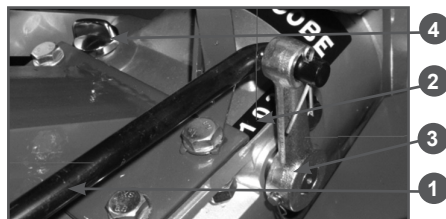

Рис. 13 Коробка передач мотоблока
Поместите мотоблок на ровную поверхность и выкрутите крышку-щуп (4) масло-заливной горловины на коробке передач (Рис. 13). Уровень масла должен быть по верхнюю метку на масляном щупе. Долейте масло, если уровень слишком низкий.
Номинальная скорость мотоблока на колесах на первой передней передаче до 5 км/ч, на второй – до 10 км/ч. Номинальная грузоподъемность 450 кг. Расположение коробки передач указано на Рис. 13.